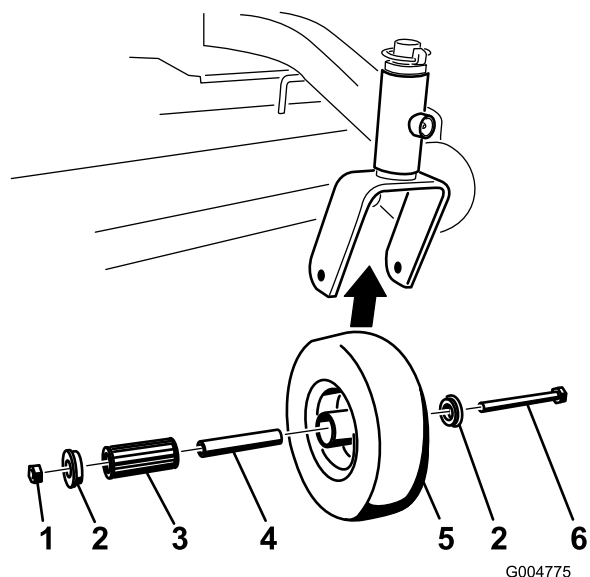

Рисунок 34
2. Снимите одну из втулок, затем извлеките распорную втулку и роликовый подшипник из ступицы колеса (Рисунок 34).
3. Извлеките вторую втулку из ступицы колеса и удалите всю смазку и грязь из ступицы (Рисунок 34).
4. Осмотрите роликовый подшипник, втулки, распорную втулку и внутреннюю поверхность ступицы колеса на наличие износа. Замените любые изношенные или поврежденные части (Рисунок 34).
6. Вставьте вторую втулку в ступицу колеса (Рисунок 34).
8. Затяните контргайку так, чтобы распорная втулка была прижата к внутренней поверхности поворотных вилок (Рисунок 34).
1. Удалите контргайку и колесный болт, с помощью которых поворотное колесо крепится к вилке (Рисунок 34).